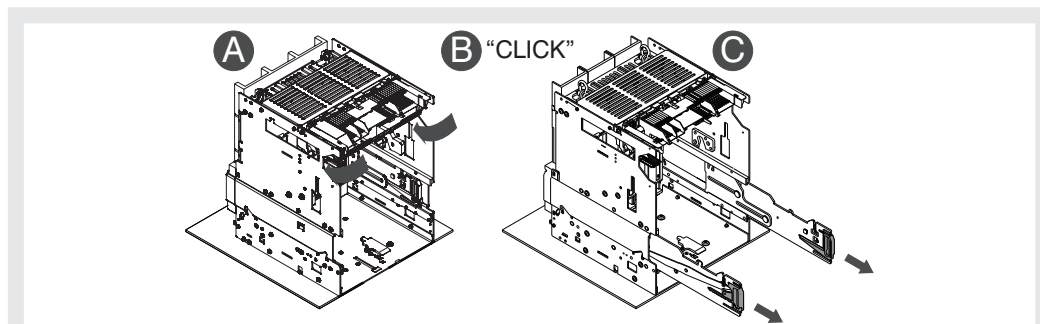

Figura 37
2. Estrarre le guide della parte fissa impugnando le apposite leve. Vedi Figura 37.